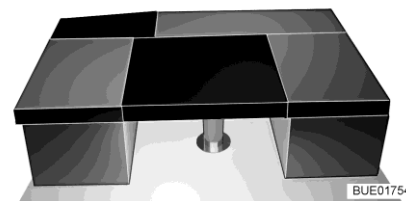

Fig. 160 Después de la transformación
- Colocar el cojín adicional rectangular en la mesa (entre los cojines de asiento de los bancos, véase Fig. 160).